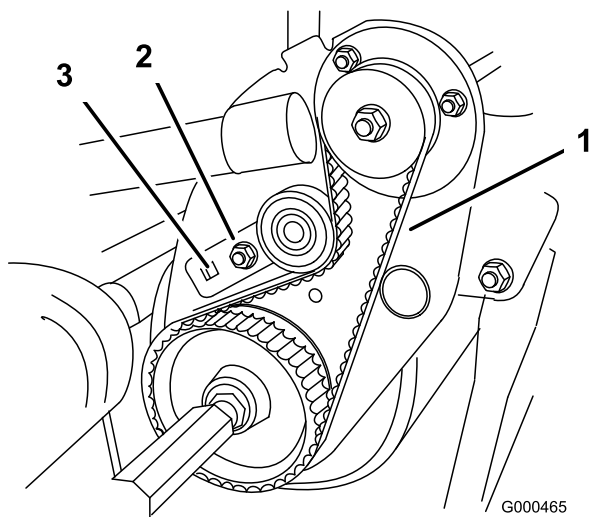

Figura 43
B. Con una chiave torsiometrica da 9,5 mm (3/8") girate la staffa di rinvio ad una coppia di 4-4,5 Nm per impostare la tensione della cinghia (Figura 43). Tenete ferma la chiave torsiometrica e serrate il bullone di montaggio della staffa di rinvio (la rosetta va montata per impedire lo slittamento della cinghia). Non tendete eccessivamente la cinghia.